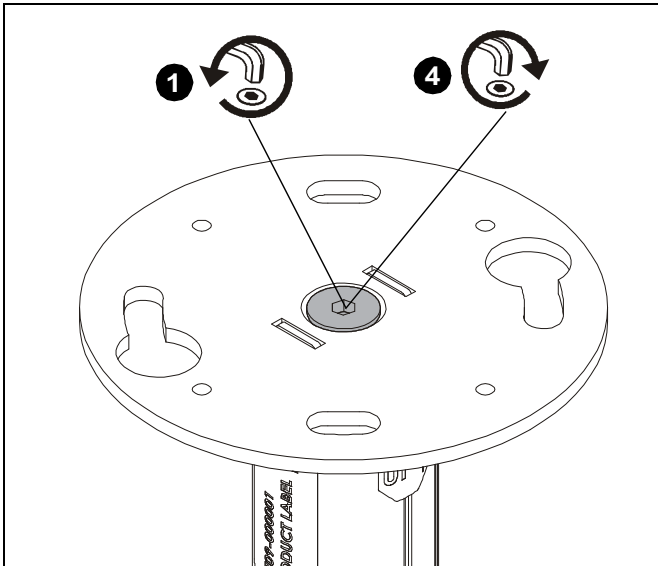

Abb. 1
**HINWEIS:** Das Ersetzen der Standard-Halbrundkopfschrauben durch die Sicherheitsschrauben (H) ist optional und hängt von den Präferenzen des Benutzers ab. Wenn Sie die Sicherheitsschrauben nicht montieren wollen, gehen Sie weiter zum Abschnitt „Befestigung an der Decke“.
1. Lösen Sie die Schraube auf der KITEC-KITMC Serien-Halterung (E), indem Sie die Schraube 1-2 mal komplett herumdrehen. (siehe Abb. 1)
4. Ziehen Sie die Schraube auf der KITEC-KITMC Serien-Halterung (E) fest. (siehe Abb. 1)